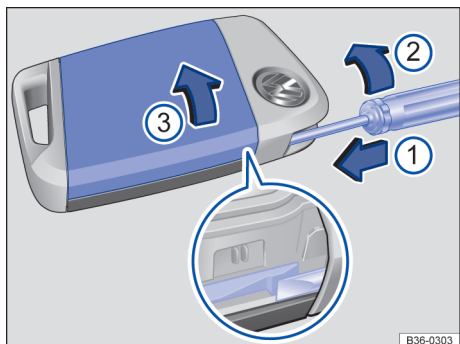

Fig. 57 Chave do veículo: abrir a tampa do compartimento da pilha.
Legenda para **Fig. 57**:
- ① Chave de fenda para destravar a tampa
- ② Girar a chave de fenda no sentido da seta.
- ③ Tampa da parte posterior da chave
- Introduza uma chave de fenda na chave do veículo, pela guia externa da chave de emergência, aproximadamente, 1 cm no sentido da seta → **Fig. 57**.
- Desloque a tampa no sentido da seta → **Fig. 57** e retire-a → ① em *Substituir a pilha botão da chave do veículo com haste* na página 69.
- Pressionar a cobertura na carcaça da chave do veículo no sentido contrário ao da seta, até que ela se trave → **Fig. 57** ③.